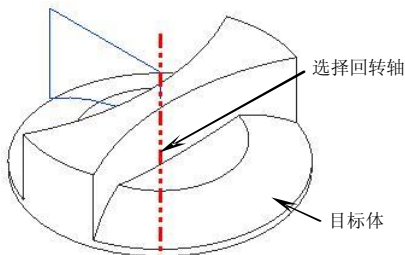
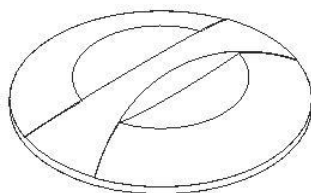

图5-80
图5-81
- 选择前两步绘制的草图轮廓，在【成形特征】工具条中单击【回转】按钮，弹出【回转】对话框。在【选择步骤】栏中选择【求差】选项，再选择求差的目标体，在【结束】输入框中输入“360”，单击 **MB2** 然后选择图 5-80 所示的回转轴，最后单击 **确定** 按钮创建回转切除特征，结果如图 5-81 所示。